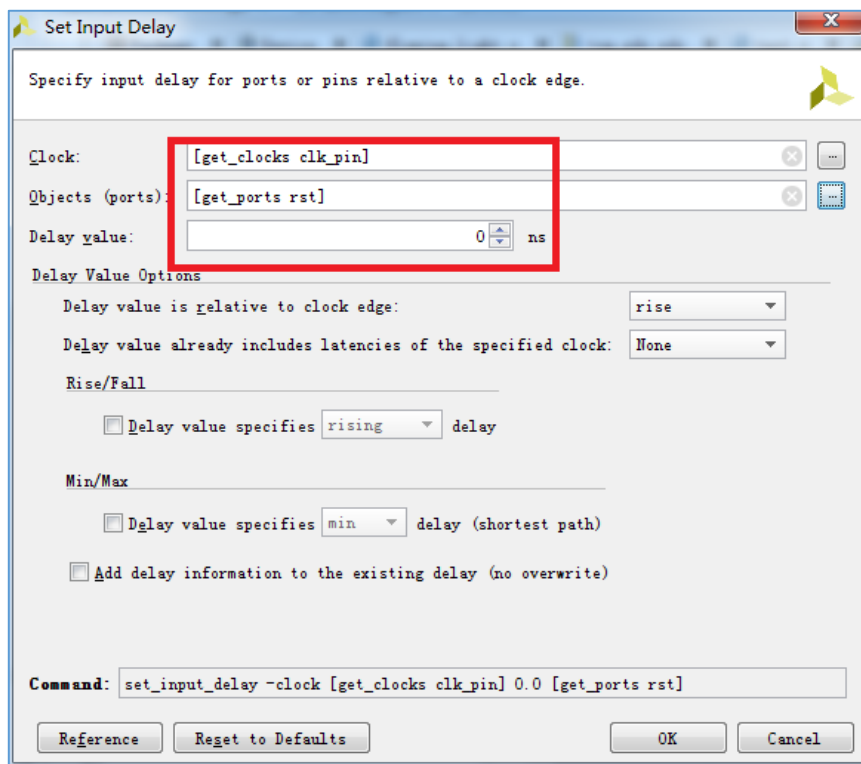

图 4.50 Input Setup Delay 配置
8. 进入 Set Input Delay, 按照图 4.50 配置, Clock 选择 clk_pin, 指明了对 Objects 进行时序分析所用的时钟, Objects 选择 rst, 这是想要设定 input 约束的端口名。Delay 选择需要的延迟时间, 这里忽略之, 设置成 0。如有必要, Min/Max 选择 max 时描述了用于 setup 分析的包含有板级走线和外部期间的延时; 选择 min 时描述了用于 hold 分析的包含有板级走线和外部期间的延时。完成设置后点击 OK。设置完之后在 XDC 文件中会生成一句 set_input_delay -clock<clock_name><objects> -max <maxdelay> -min <mindelay>的约束代码。